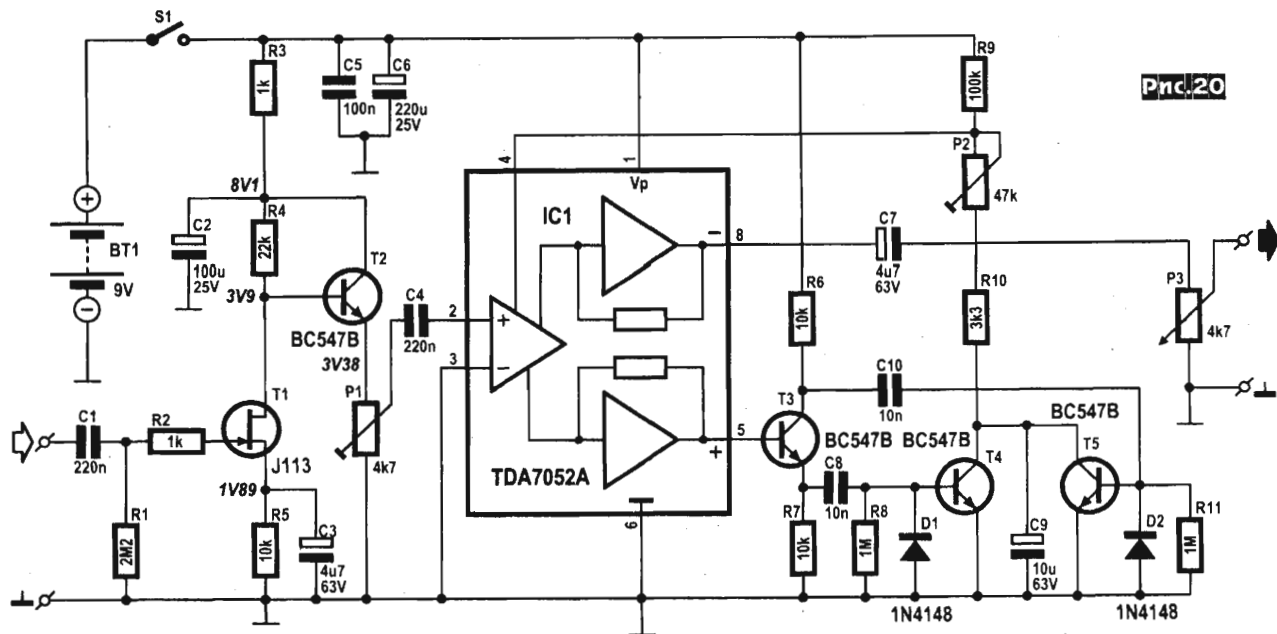

Рис.20
**Гитарный компрессор Яна Филда (рис.20)** реализует эффект «сустейн». В его основе - недорогая ИМС маломощного (до 1 Вт) УМЗЧ IC1 TDA7052A (Philips), имеющая встроенный электронный регулятор уровня (вывод 4) с диапазоном изменения коэффициента усиления от -44 до +36 дБ (сразу отметим, что TDA7052 без суффикса А такого регулятора не имеет). Эта микросхема более распространена и стОит существенно меньше, чем операционный усилитель с переменной крутизной (operational transconductance amplifier) CA3080, применяемый в профессиональных «сустейнах». Входной усилитель на полевом транзисторе T1 и эмиттерном повторителе T2 согласует уровни и входные/выходные сопротивления звукоснимателя гитары и IC1. Регулятор уровня P1 (Pre-gain) выведен на переднюю панель корпуса компрессора. IC1 имеет два низковольтных ( $R_{\text{вых}} < 0,2 \text{ Ом}$ ) выхода, верхний из которых через разделительный конденсатор C7 и регулятор выходного напряжения P3 (Post-gain) соединен с выходом устройства. Второй выход IC1 соединен с базой транзистора T3 фазорасцепителя, с коллектора и эмиттера которого противофазные звуковые напряжения поочередно в большей или меньшей степени приоткрывают транзисторы T4, T5, разряжающие конденсатор C9 тем больше, чем выше уровень входного сигнала. В паузе T4 и T5 закрыты и